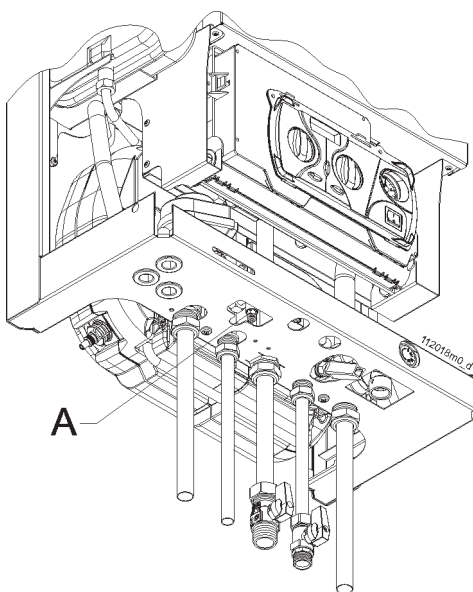

Figura 47 - Rubinetto di scarico circuito riscaldamento
- collegare al rubinetto di scarico "A" (vedi figura 47) un tubo flessibile di gomma e convogliarlo nello scarico di un lavello o simile;